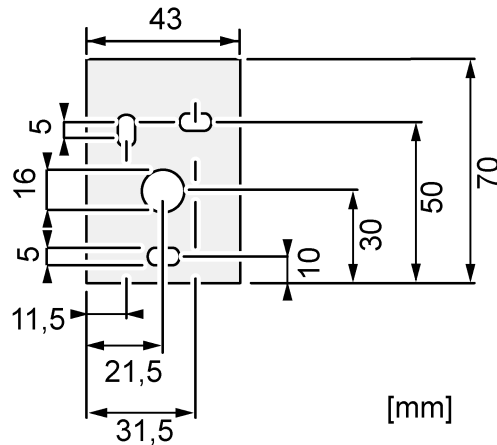

Bild 5: Maßzeichnung Bohrlöcher und Leitungsdurchlass
- Den Montagewinkel mit geeigneten Schrauben durch die ausgestanzten Bohrlocher (siehe Bild 5) an der Wand befestigen.